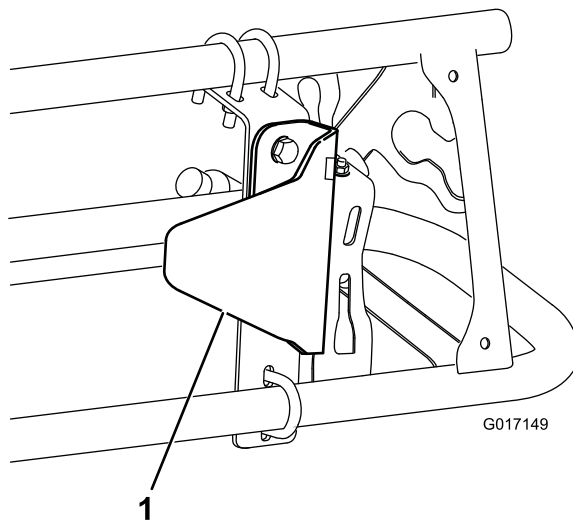

Figure 10
2. Posez le support de protection de capteur sur le support de fixation avec 2 boulons (5/16 x 3/4 po) et 2 écrous à embase (5/16 po), comme montré à la Figure 10.